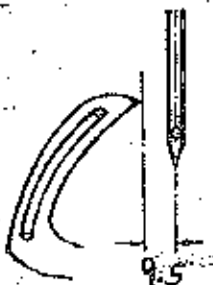

Fig. 1
1. Clean machine thoroughly. Fill oiling system and oil all bearings, particularly the eccentrics on the main shaft. Run the machine slowly for a minute to allow the oil wicks to carry the oil to the bearings. See that the wicks are saturated by the flow from the oil reservoir and that they contact the oil holes in the straps. Repeat the oiling and run for five minutes at 2,000 R.P.M. Oiling diagram (Figure 1) is available.
Zur bequemeren Einstellung entferne Drückfuß, Stichplatte und Transporteur. Setze den Fadengreifer in den Greiferhebel ein. Der Greifer ist so einzustellen, daß der Abstand von Nadelmitte zur Greiferspitze $9,5 \text{ mm} \approx 3/8''$ beträgt und zwar bei Beginn der Nadelstangenaufwärtsbewegung (Fig. 1). Dieser Abstand lässt sich nach Lösen der Mutter am rechten Schenkel des Greiferhebels durch Verschieben der Kugelschraube im Langloch ändern. Bei der Bewegung nach rechts muß der Greifer dicht an der Rückseite der Nadel vorbeigehen, ohne diese zu berühren. Dazu wird der Greiferhebel auf seiner Achse nach Lösen der beiden Schrauben seitlich verschoben.
For convenient access, remove the prasser foot, throat plate and feed dog. Insert the looper into the looper rocker. Set the looper so that the distance from the centre line of the needle to the point of the looper is $9,5 \text{ mm} \approx 3/8''$ in the lowest position of needle bar just before moving upwards (Fig. 1). Therefore loosen the nut at right side of looper rocker and replace the ball stud till the specified dimension be obtained. As the looper moves to the right, its point should pass behind the needle as close as possible without contacting it. Adjustment can be made by loosening the fastening screws of looper rocker and replacing the looper rocker axially till this adjustment be obtained.